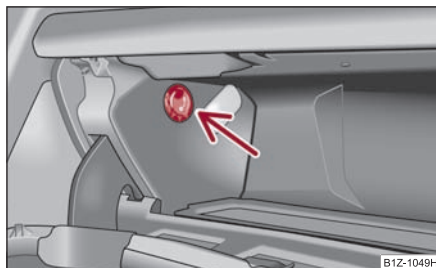

Fig. 119 Torpedoul: Răcirea
- De la comutatorul rotativ ⇒ fig. 119 deschideți, resp. închideți admisia aerului.